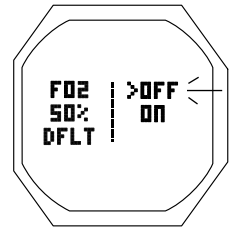

Fig. 32 - RÉGLAGE FO2 50% PAR DÉFAUT
**RÉGLAGE DU FO2 A 50% PAR DÉFAUT**, paramètres affichés (Fig. 32) :